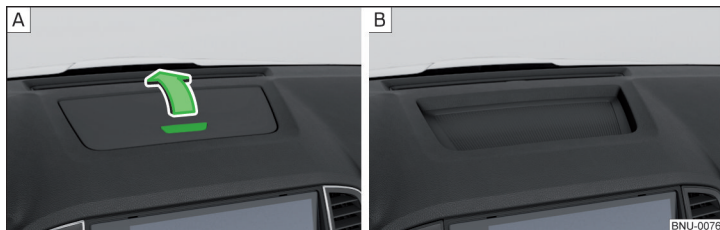

Fig. 108 Ouvrir le vide-poches / Vide-poches non verrouillable
- Pour **ouvrir** le coffre, appuyez sur le bouton » fig. 108 - [A], le couvercle est rabattu dans le sens de la flèche.
Sur certains véhicules, le vide-poches n'est équipé d'aucun couvercle » fig. 108 - [B] ou une grille de haut-parleur est montée à la place du vide-poches.